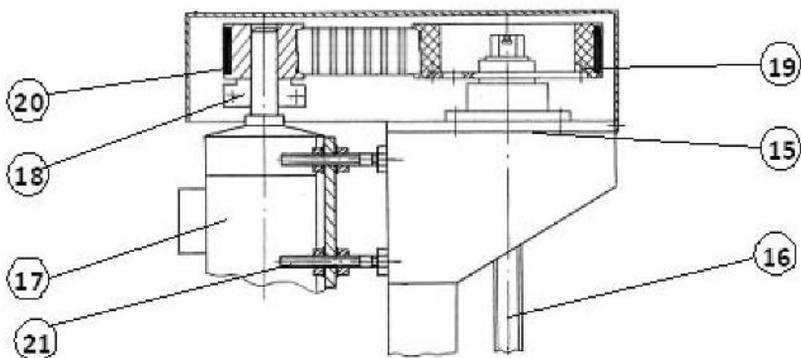

Рис.3 Крепление электродвигателя
5.1.3. На верхней плите каждой направляющей установлен опорный подшипниковый блок 15 (см. рис. 3), на котором установлен грузовой винт 16. К верхней плите каждой направляющей крепится привод, состоящий из электродвигателя 17 и клиноременной передачи. Клиноременная передача состоит из шкива ведущего 18, шкива ведомого 19 и ремня зубчатого 20. Шкив ведущий закреплён на валу электродвигателя. Шкив ведомый закреплён на оси опорного блока 15. Натяжение ремней производится перемещением гаек по шпилькам 21.